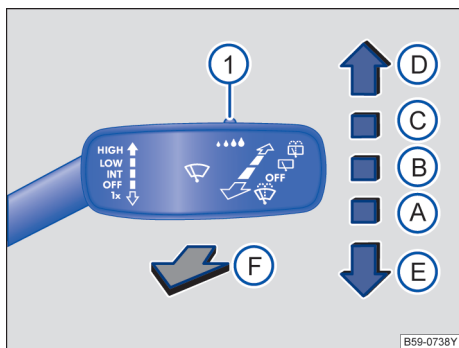

图 102 操作车窗玻璃刮水器
- ① OFF 车窗玻璃刮水器已关闭。
- ② INT 对车窗玻璃进行间歇刮水。
- ③ LOW 慢速刮水。
- ④ HIGH 快速刮水。
- ⑤ 1x 点动刮水 - 短促刮水。
- ⑥ 拉住操作杆时用于清洁车窗玻璃的刮水和自动清洗功能。
- ⑦ 后风窗刮水器间歇刮水。风窗刮水器约每 6 秒钟刮一次。
- ⑧ 将操作杆拨至该位置，系统立即启动清洗/刮水功能，清洗后风窗。
- ⑨ 使用开关→图 102①调节雨量传感器的灵敏度。
- 向下短按车窗玻璃刮水器操作杆 → 图 102 ⑤。